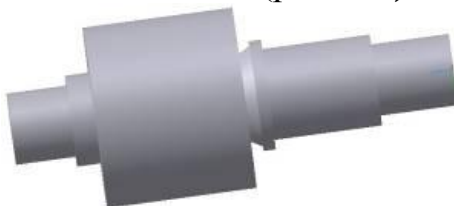

Рис. 9.4. Деталь, после операции вырезать вращением
8. Выбираем группу команд «**Редактирование детали**» и команду «**Вырезать вращением**» . Нажимаем  (рис. 9.4).